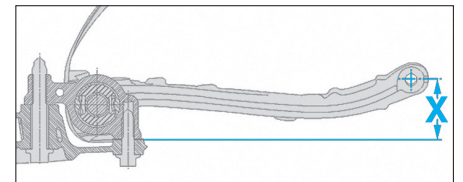

Fig. 9
- Positionner le triangle inférieur (X) = 58 ± 5 mm avant de serrer les vis de fixation inférieure du triangle et la biellette de barre stabilisatrice (Fig.9).
- Positionner le triangle inférieur (X) = 58 ± 5 mm avant de serrer les vis de fixation inférieure du triangle et la biellette de barre stabilisatrice lors de la repose du berceau (Fig.9).
- Positionner le triangle inférieur (X) = 58 ± 5 mm avant de serrer la vis de fixation inférieure du triangle sur le pivot (Fig.9).